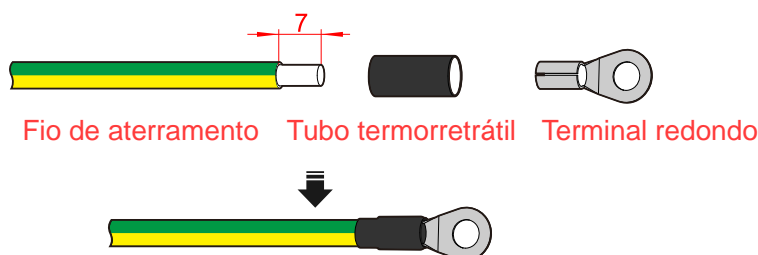

Figura 3-13 Prese o fio de aterramento(unidade: mm)
- Etapa 1 Remova a camada de isolamento do fio de aterramento com o desencapador de fios e crimpe-o no terminal redondo fornecido como exibido na Figura 3-13.